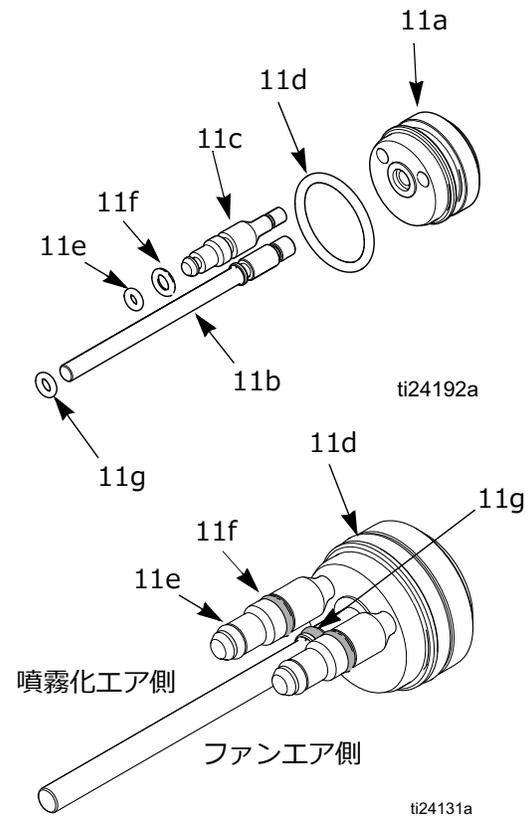

図 22. ピストンの O-リング
4. ピストンキャップ (13) をガンの後部から取り外します。
5. ピストンロッド (11) を押し、ピストンをガンの後部から押し出します。
6. O-リング (11d、11e、11f、11g) に損傷がないか検査します。表 3 および 図 22 を参照してください
9. スプリング (12) ピストンキャップ (13) を取り付けます。